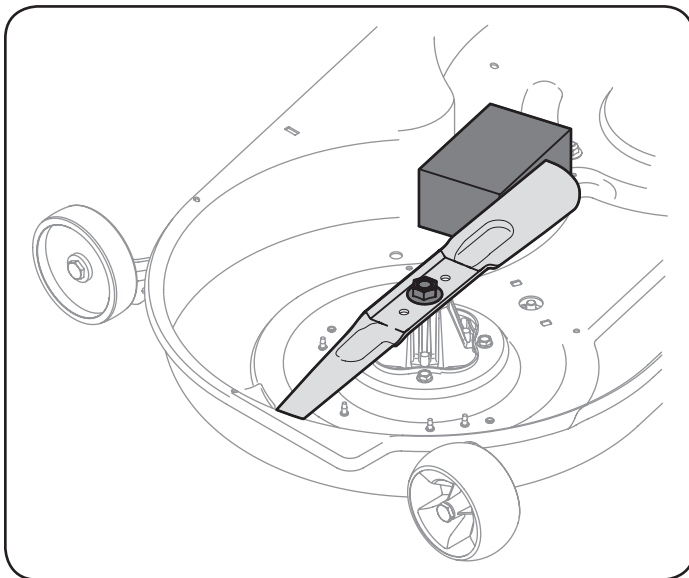

Figura 31
2. Coloque un bloque de madera entre el deflector del alojamiento de la plataforma y la cuchilla de corte para que actúe como estabilizador. Vea la Figura 31.
3. Extraiga la tuerca de brida hexagonal que asegura la cuchilla al montaje del husillo. Vea la Figura 31.